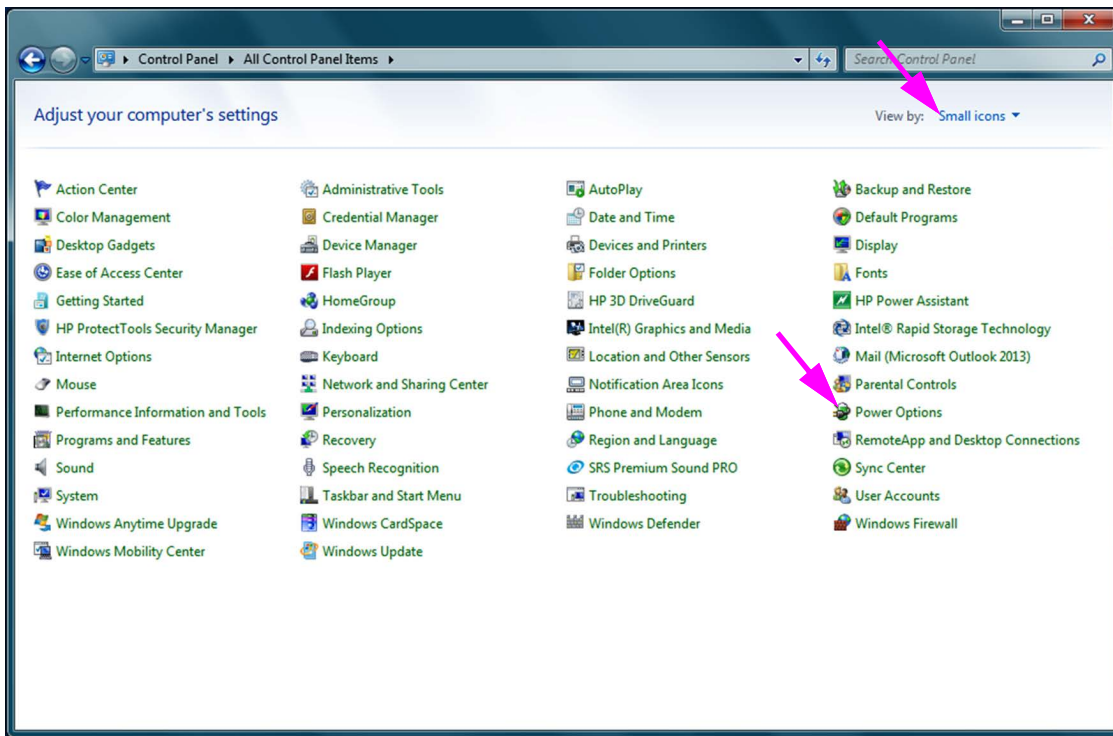

Abbildung 2-18. Fenster „All Control Panel Items“ (Alle Systemsteuerungselemente)
2. Wählen Sie **Control Panel (Systemsteuerung)**. Falls die Ansicht auf kleine Symbole eingestellt ist, sieht das Fenster „All Control Panel Items“ (Alle Systemsteuerungselemente) wie in Abbildung 2-18 dargestellt aus. Klicken Sie auf **Power Options (Energieoptionen)**.